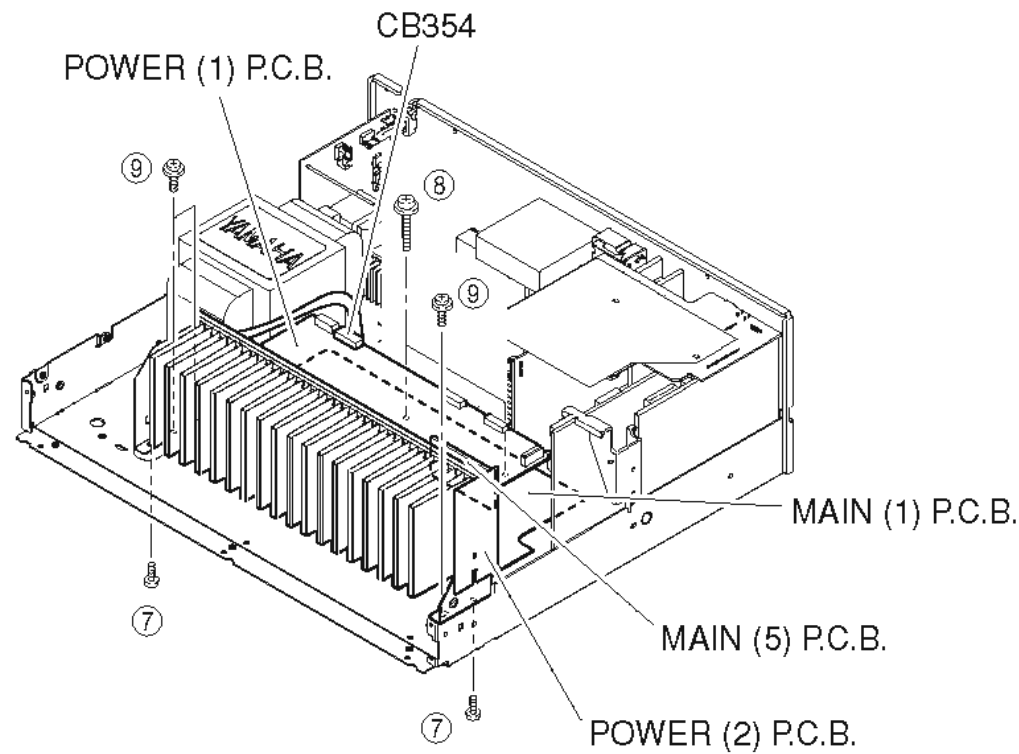

Fig. 5
**5. Removal of MAIN (1), (5) and POWER (1), (2) P.C.B.s**
- a. Remove CB354. (Fig. 5)
- b. Remove 2 screws (⑦), 2 screws (⑧) and 3 screws (⑨). (Fig. 5)
- c. Remove MAIN (1), (5) and POWER (1), (2) P.C.B.s. (Fig. 5)
**5. MAIN (1)、(5)、POWER (1)、(2) P.C.B.の外し方**
- a. CB354を外します。(Fig. 5)
- b. ⑦のネジ2本、⑧のネジ2本、⑨のネジ3本を外します。(Fig. 5)
- c. MAIN (1)、(5)、POWER (1)、(2) P.C.B.を取り外します。(Fig. 5)